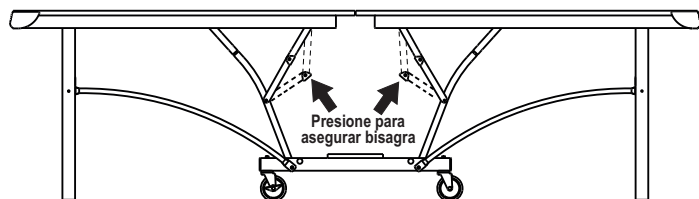

Figura 8 POSICION DE JUEGO
3. Asegure las cuatro bisagras. Ver **Figura 8**.
4. Asegure los postes al centro de la mesa y la red como se muestra en la próxima pagina (11).
1. Ponga la mesa en posición para de juego y asegure las bisagras como se muestra en la **Figura 8**.